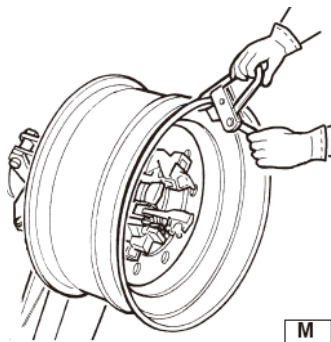

Рисунок 22
- Прикрепите хомут RP к краю диска в его наивысшей точке (см. рис. 22). Установите панель управления в рабочее положение «b».